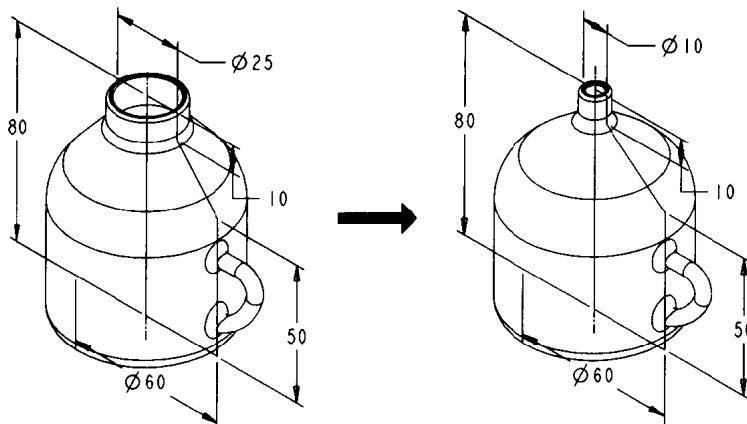

图 1-12
(1) 改变水壶瓶口造型：如图 1-12 所示，我们可以通过水壶瓶口直径尺寸的修改，来达到改变水壶瓶口造型的目的。